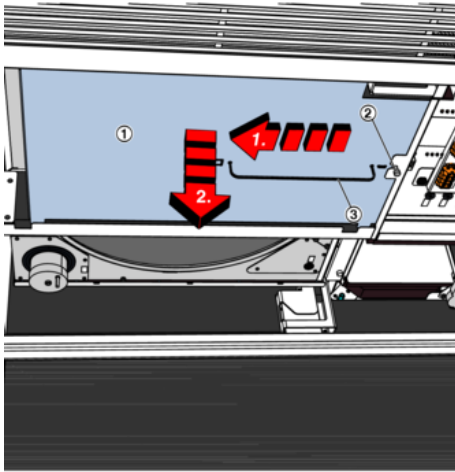

Abb. 71: Dämmung demontieren
4. ▶ Dämmelement (*Abb. 71/1*) am RWT entfernen, dazu die Schraube (*Abb. 71/2*) lösen. Dann mit Hilfe des Griffs (*Abb. 71/3*) das Dämmelement in Pfeilrichtung bewegen und nach unten entnehmen.